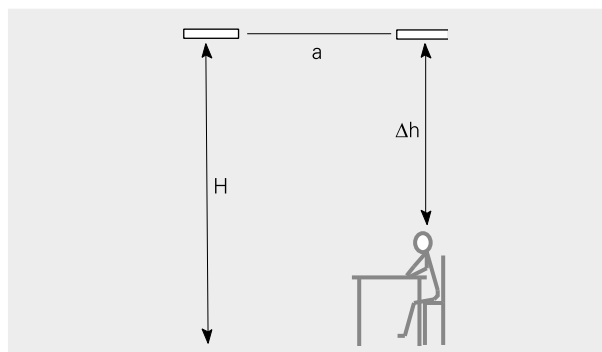

Figura 1: Instalación en vertical.
Al planificar la instalación de los paneles Elztrip, hay que tener en cuenta que la distancia entre paneles no debe ser mayor que la altura entre el suelo y el panel, es decir, (a) debe ser menor que (H). Consulte la figura 1. En las estancias poco utilizadas, los requisitos de confort suelen ser bajos y, por tanto, se puede aumentar la distancia entre paneles. En cambio, en las estancias muy utilizadas, la distancia entre el panel y una persona sentada debe ser al menos de 1,5 a 2 metros (Δh). Si se respetan estas dos condiciones, la diferencia de temperatura de funcionamiento no superará el nivel de confort $\Delta \text{máx.} = 5 \text{ }^\circ\text{C}$. Esto significa que la diferencia entre la temperatura real y la temperatura que una persona siente no superará los $5 \text{ }^\circ\text{C}$.